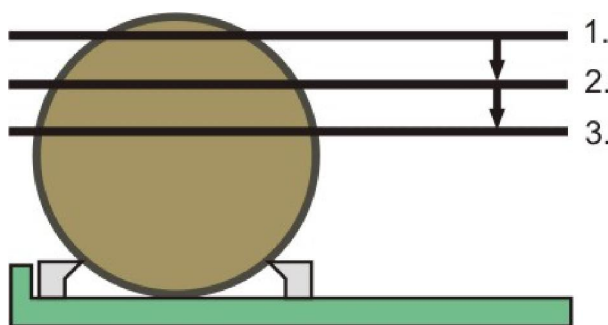

рис. 3
- 13.5. Управляя джойстиком, установить пилу на нужную высоту, что соответствует первому пропилу (рис. 3 позиция 1.).
13.12. Нажмите клавишу **[A]**, контроллер выставит Вами заданный размер (рис. 3 позиция 2.).